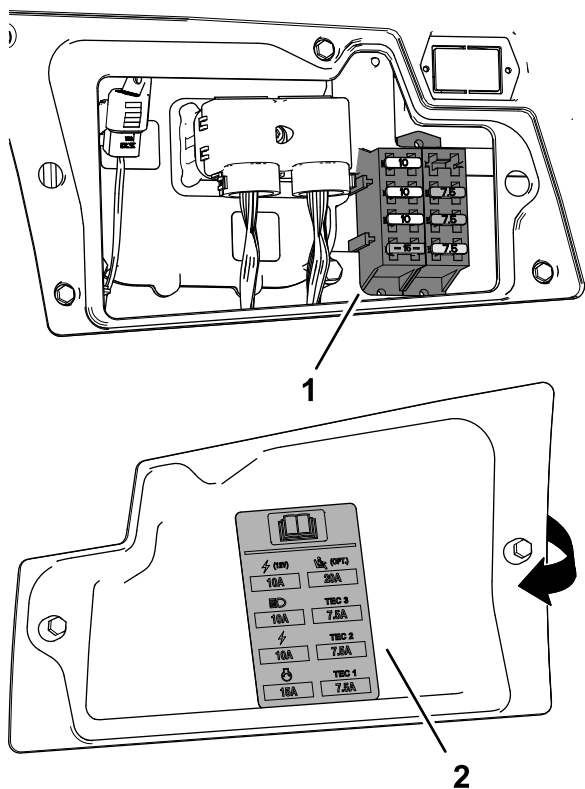

図 134
3. 切れているヒューズを交換する 図 134。同じタイプ、同じ電流値のヒューズに交換する。